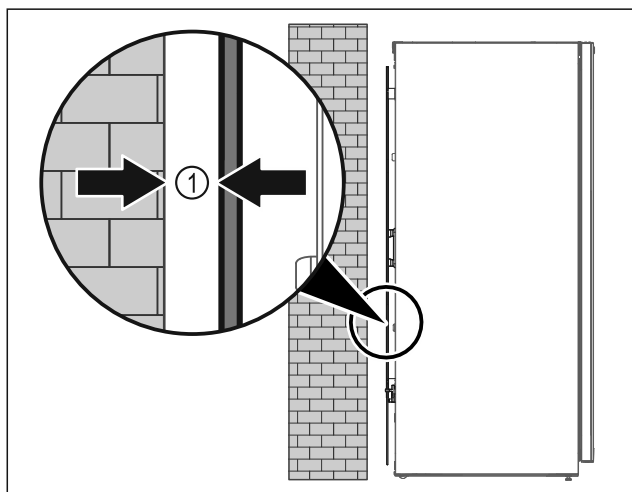

Fig. 8
- Ustavte spotřebič buď volně v místnosti nebo přímo u stěny v minimální vzdálenosti 5 mm Fig. 8 (1).